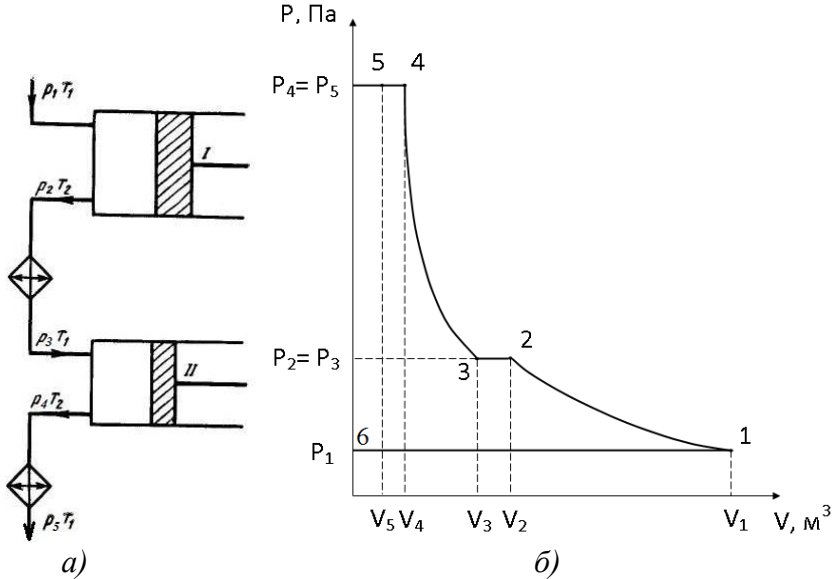

Рис. 4. Принципиальная схема (а) и диаграмма цикла (б) двухступенчатого поршневого компрессора
В одноступенчатом (одноцилиндровом) компрессоре степень сжатия $Z = p_2/p_1$ обычно не превышает значения 6...8. Если требуется сжать газ до высокого давления, используются многоступенчатые компрессоры (рис. 4). Повышение давления сжатия приводит к повышению температуры в конце сжатия, значение которой может превысить допустимые для технических целей значения. В многоступенчатых компрессорах между ступенями сжатия устанавливаются теплообменники, обеспечивающие охлаждение газа, сжатого в предыдущей ступени. [2]
3. Определяем объемы газов в характерных точках цикла за 1 сек. (см. рис. 4):
8. Построить термодинамический цикл компрессора в p - v диаграмме со своими значениями параметров p и v (см. рис. 4б).